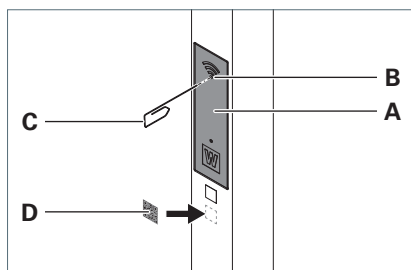

Fig. 2 : Ouvrir la trappe de service.
- ▶ Collez l'étiquette **D** jointe en vrac avec le code QR EnOcean sur le bras vertical sous la trappe de service, voir Fig. 2.
- ▶ Pour déverrouiller la trappe de service **A** sur le bras vertical, appuyer sur l'ouverture **B** avec un trombone **C** plié, voir Fig. 2.